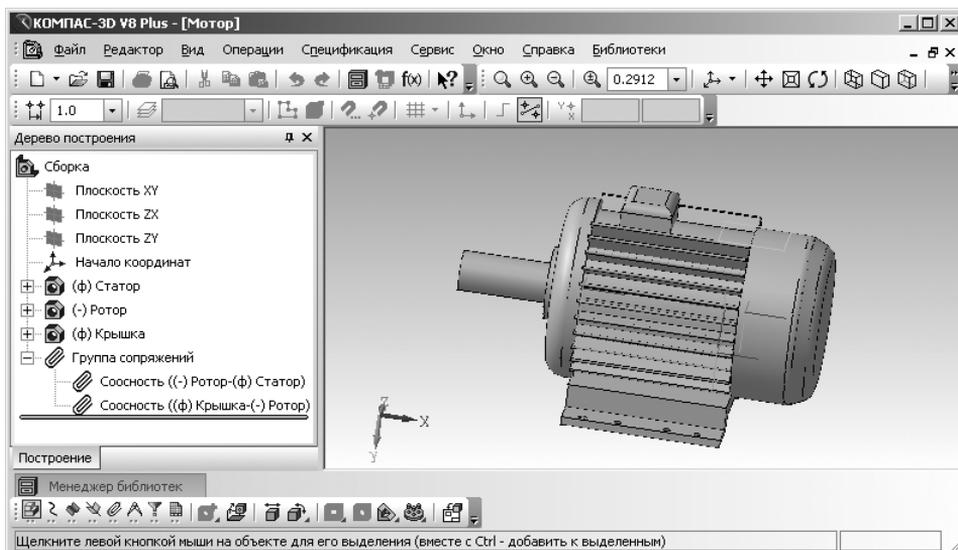

Рис. 2.83. Главное окно системы КОМПАС-3D V8 Plus с открытым файлом **Мотор**
- щелкните в **Дереве построения** по знаку  перед компонентой **Группа сопряжений**. Появятся созданные сопряжения в сборке, см. рис. 2.83.